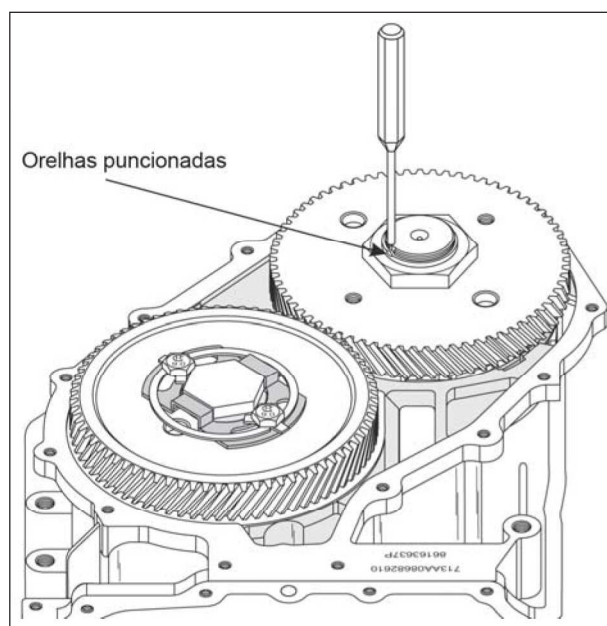

Figura 73
62. Rebata as orelhas de travamento da porca de fixação da engrenagem movida de transferência, utilizando um saca-pino, conforme mostra a figura 73.